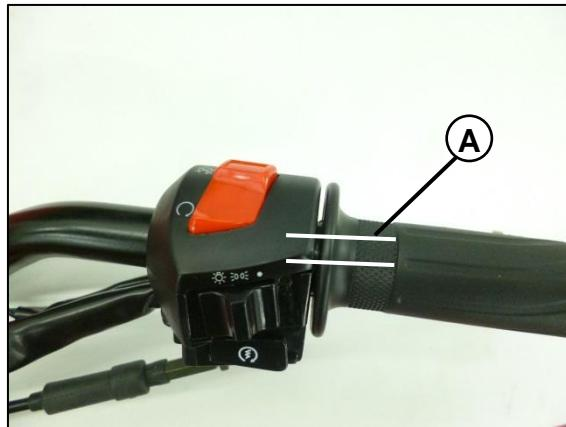

Fig.26
Distancia libre de la parte exterior del manillar del acelerador (A). Fig.26